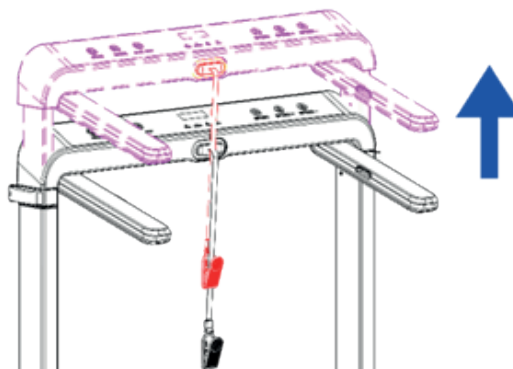

Figura 2
1.2 Al ajustar la altura, primero abra el extremo superior ajustando el mango de la columna izquierda y derecha hacia afuera, y luego levante suavemente la consola, ajuste la altura y luego ajuste el mango para volver al estado original. Cuando no esté usando productos en la oficina, guarde los pasamanos pequeños; Si un novato necesita usar una barandilla pequeña, preste atención a no dejar que la barandilla pequeña gire hacia adentro, para evitar lesiones accidentales. Pequeño guardabrazos para usar la palma de la mano para empujar, no empujar demasiado fuerte, para prevenir. (Figura 1 y Figura 2)